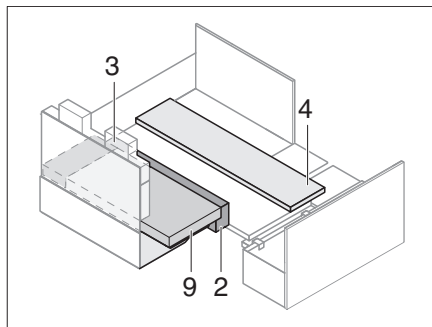

Bild 222 Positionera extradynor
- Positionera extradynor (Bild 222). Avståndet följer av de inlagda dynorna.
- Lägg in sittdynor och sitsbreddningar. Lägg ryggdyna (Bild 222,9) på extradynorna.